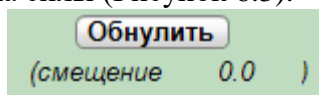

Рисунок 6.3 – Обнуление показаний датчика силы
3. Обнулить показания датчика силы (Рисунок 6.3):